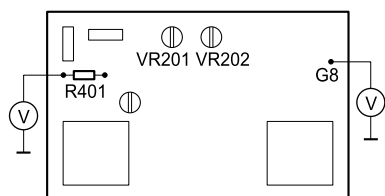

Рис. 5. Плата высоковольтного блока питания
При неисправности высоковольтного блока питания производится его ремонт или замена с последующей регулировкой напряжения смещения экранной сетки главного коротрона. Эта регулировка выполняется в режиме копирования. Вручную включите выключатель сенсора ручной подачи бумаги (PID). Задайте тестовую команду №23: – CLEAR – INTERRUPT – O – INTERRUPT – 23 – COPY – и выполните циклический тест без бумаги. Во время выполнения теста, выбирая режимы MANUAL (ручной) и PHOTO (фотографический) клавишей выбора режима копирования, выполните регулировку в обоих режимах. Для этого на плате высоковольтного блока питания (см. рис. 5) тестером измерьте напряжение между шасси (землей) и клеммой смещения экранной сетки G8. В режиме MANUAL напряжение должно составлять  $635 \pm 8$  В. При невыполнении этого условия произведите подстройку регулировочным резистором VR201. В режиме PHOTO напряжение должно быть –  $535 \pm 7$  В, а подстройка производится регулировочным резистором VR202.
- приложите один щуп к левому контакту R410 высоковольтного блока питания, а другой к шасси (рис. 5);